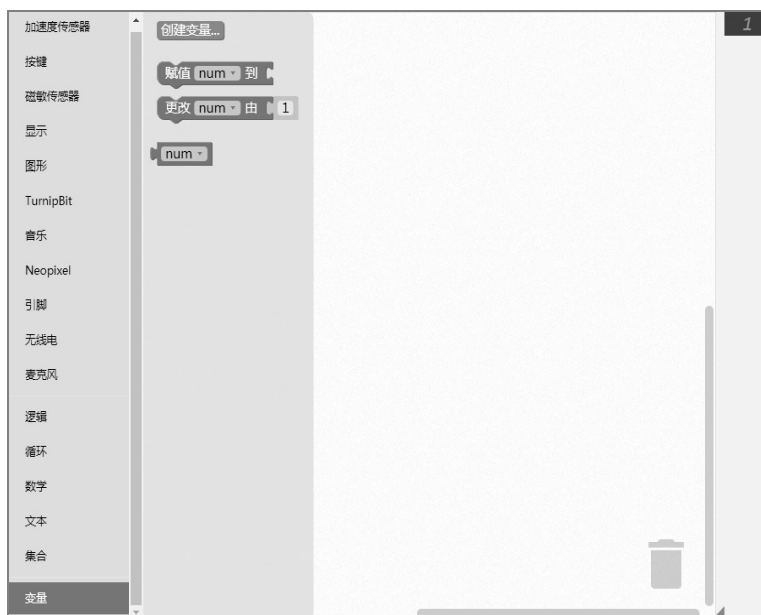

图 6-8 创建变量
① 打开官方网站 <http://www.turnipbit.com/>，点击“开始编程”按钮进入编程界面，进行基础的模块化拼插编程的学习。
② 创建一个变量用来存储所显示的数字。选择“变量”块中的“创建变量”，点击“输入变量名”，这里设为 `num`，如图 6-8 所示。